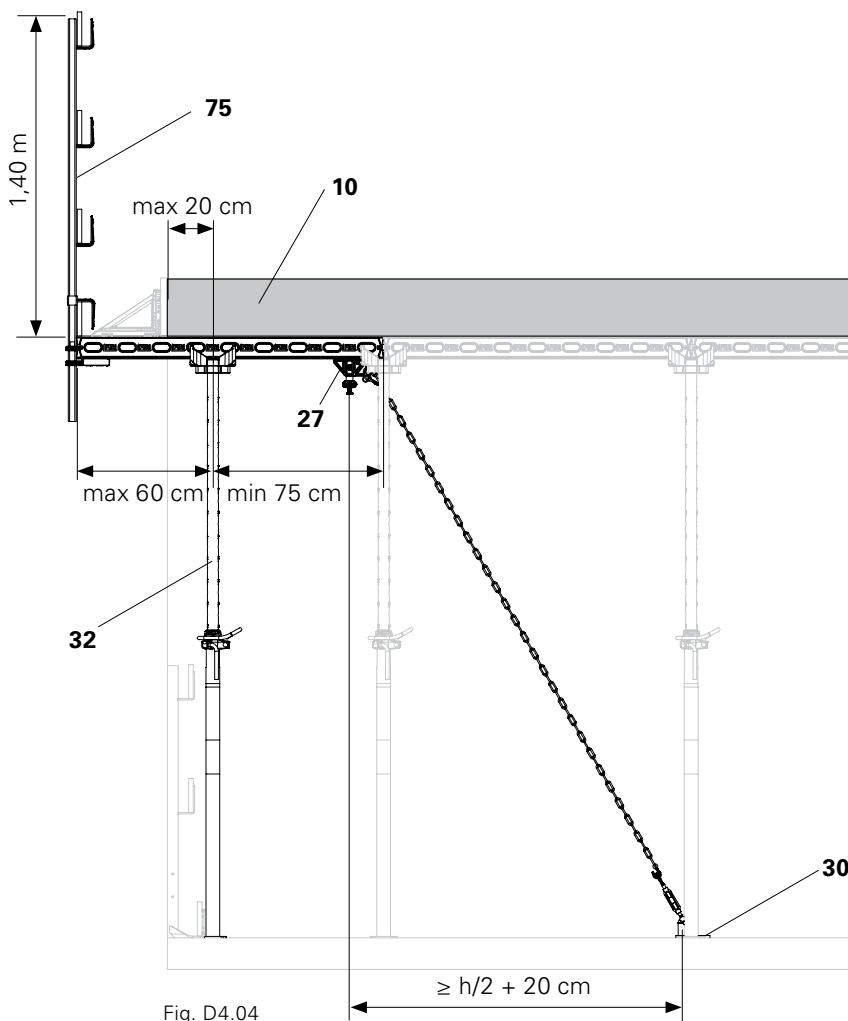

Fig. D4.04
Sporgenza max 60 cm, v. Fig. D4.04.
Nota: sbalzo massimo ammissibile 60 cm! (ved. Abb. D4.04)
1. Montare la piastra di base (30) come punto di ancoraggio inferiore, es. con vite di ancoraggio PERI 14/20 x 130. (Fig. D4.04)
2. Agganciare la catena al perno dell'attacco per puntelli di stabilizzazione DUO (27).
4. Tendere la catena con il tenditore regolabile. Forza di trazione adm. 3 kN. (Fig. D4.04)
Ancorare la sporgenza. (Fig. D4.04)